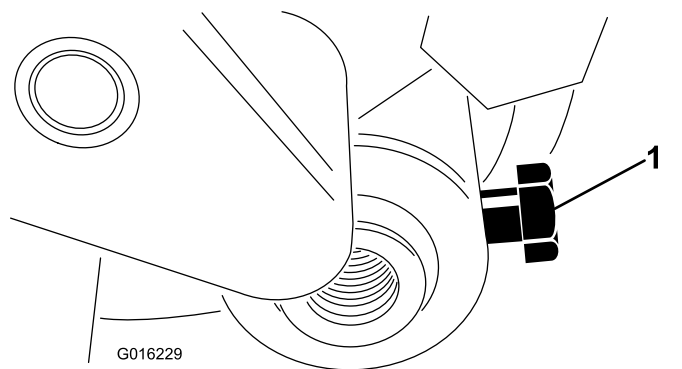

图 15
4. 将滚筒轴插入右调整臂并用滚筒轴螺栓松松地将其固定图 15。
4. 将滚筒放在调整臂中间、拧紧安装螺栓**图 15**。